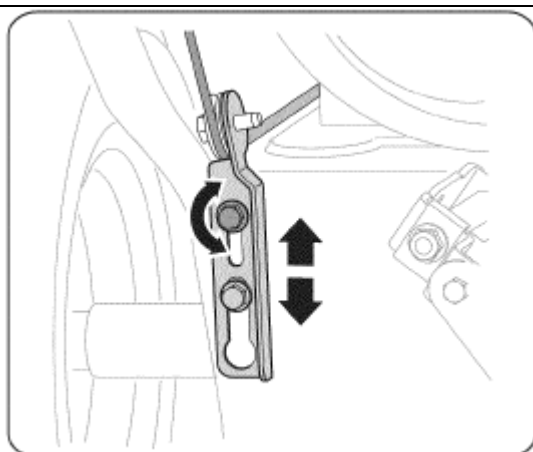

Рис. 15
4. Оставьте шнеки включенными приблизительно на десять (10) секунд, потом отпустите рычаг управления шнеками. Повторите это несколько раз.
5. Приведя рукоятку управления шнеком в верхнее (UP) положение и тем самым отключив шнек, перейдите к передней части снегоуборщика.
7. Для регулирования положения троса управления ослабьте верхний шестигранный болт на кронштейне, придерживающем трос шнека (См. Рис. 15).